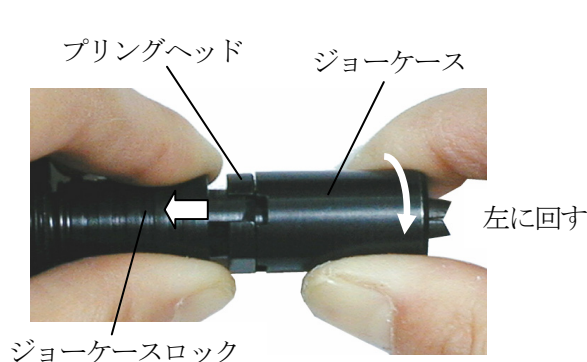

図7-1
- (1) カプラを分離する等により圧縮空気の供給を止めて下さい。
- (2) ノーズハウジングナットを手で回しノーズハウジングを外します。
- (3) ジョーケースロックを手で解除し、ジョーケースをプリングヘッドから外します。(図7-1)